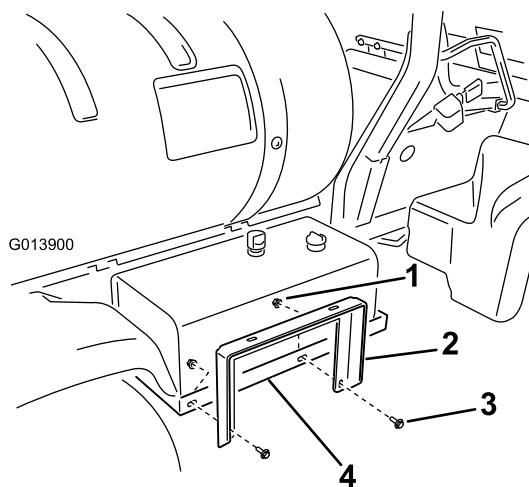

図 8
1. ホースリール・サポートを油圧オイルタンク・マウント (図 8) に取り付ける；フランジヘッドボルト2本 (3/8 x 1 インチ) とフランジナット2個 (3/8 インチ) を使用。後で調整を行うのでナットは固く締めないこと。
3. ホースリール・サポートをホースリール・ストラップ (図 8) に取り付ける；フランジヘッドボルト2本 (3/8 x 1 インチ) とフランジナット2個 (3/8 インチ) を使用。